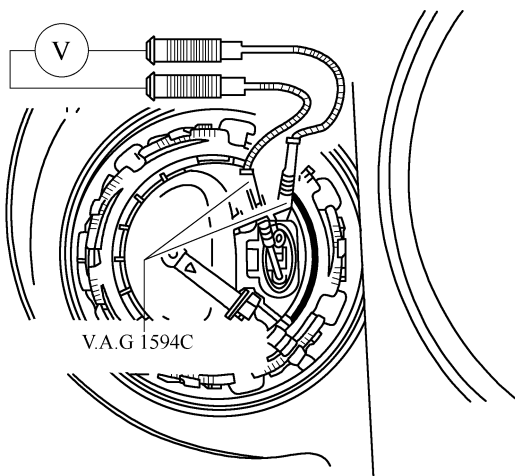

图 2-5-4 测试电压
③ 如图 2-5-4 所示,将万用表 Fluke112 的表笔和测量辅助工具套件 V. A. G1594C 中的插接器连接在插头的端子 1 和 5 之间,保持插头继续连接在线路中(注意:在插头背面标有插头端子的相应编号)。如图 2-5-4 所示。
④ 起动发动机,注意起动和怠速时的额定值应约为 6.5V。
⑤ 将加速踏板瞬间完全踩到底,然后重新松开(短时加速),电压值必定会先升